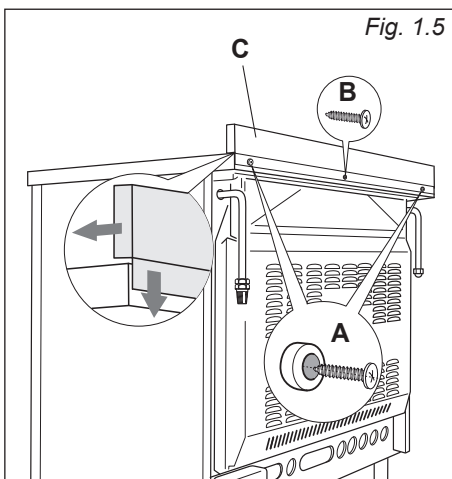

Fig. 1.5
- Togliere i distanziatori "A" (fig. 1.5) dal lato posteriore del piano di lavoro svitando la vite di fissaggio.
- Applicare l'alzatina come evidenziato in figura e fissarla rimontando i distanziatori "A" e la vite "B" (fig. 1.5).